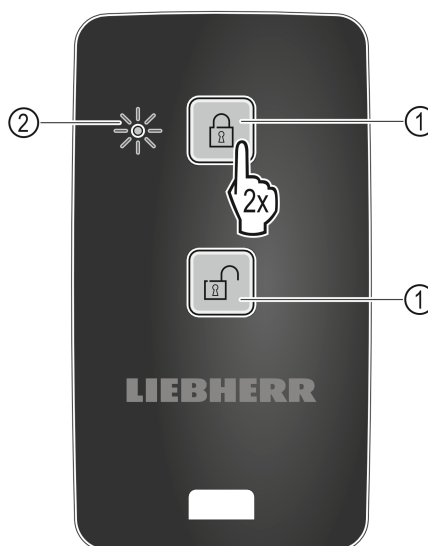

Fig. 101
- Eine Taste auf Fernbedienung Fig. 101 (1) zweimal drücken.
- ▷ Die Status-LED Fig. 101 (2) auf der Fernbedienung blinkt dreimal.